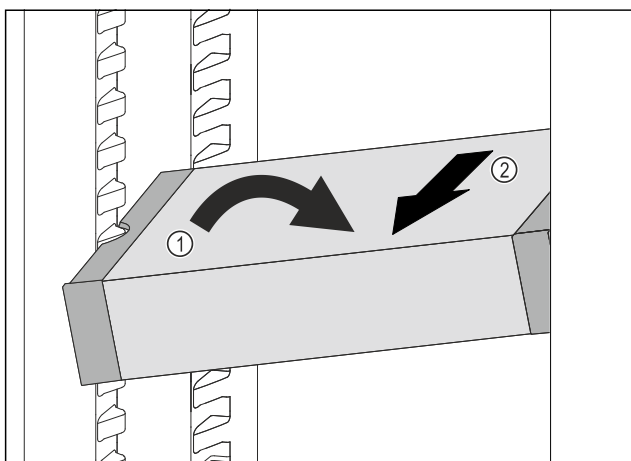

Fig. 98
- Ukosite ladicu VarioSafe u hladnjaku. Fig. 98 (1)
- Izvadite ladicu VarioSafe prema naprijed. Fig. 98 (2)